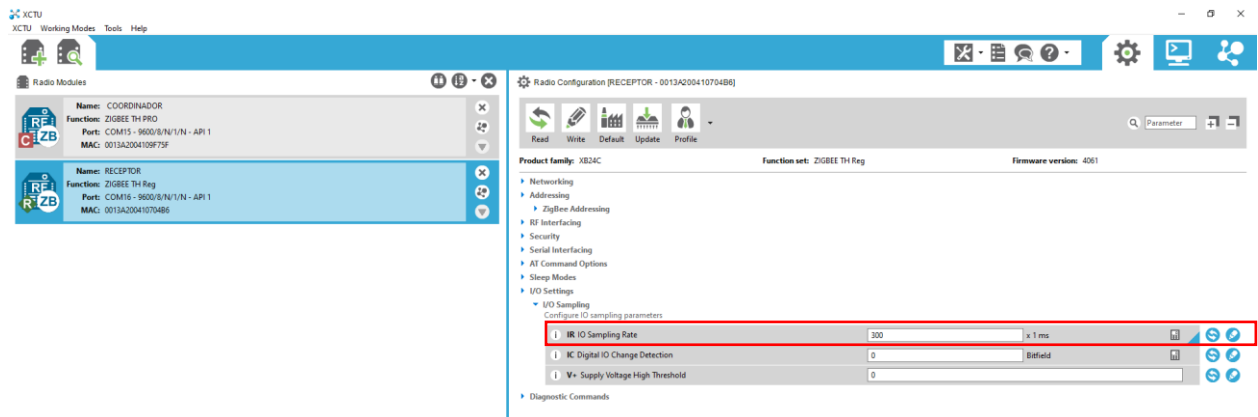

Figura 7.14. Configuración del periodo de muestreo
- Configure un periodo de muestreo alrededor de 300 ms tanto en el módulo Receptor como en el módulo Coordinador. Ver Figura 7.14.